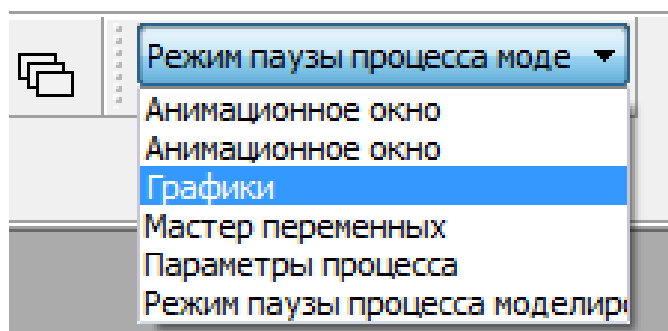

Рис. 1.6. Список окон
**Замечание.** Если у вас открыто много окон, и вы путаетесь при переходе между ними, в таком случае пользуйтесь **Списком окон** для перехода к нужному окну. Список окон – выпадающий список в верхнем меню быстрого доступа, см. рис. 1.6.